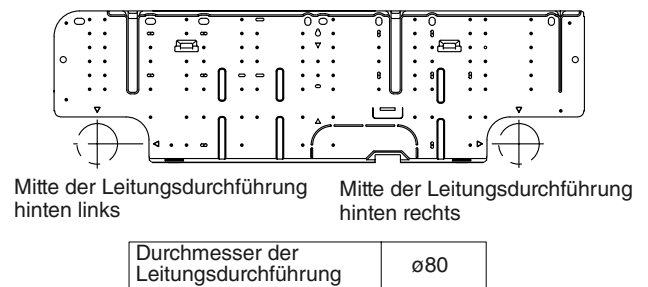

Abb. 3-57
- (1) Die Rückwand von der Inneneinheit abnehmen und an der gewählten Wandstelle platzieren. Die Rückwand befestigen und die Einheit provisorisch darin einhaken. Sicherstellen, dass die Einheit waagrecht liegt, wozu eine Wasserwaage oder ein Messband zum Heruntermessen von der Decke verwendet wird.
- (2) Bestimmen, welcher Einschnitt an der Rückwand verwendet werden soll. (Abb. 3-57)
- (3) Bevor eine Öffnung erstellt wird, sicherstellen, dass sich hinter der vorgesehenen Stelle keine Bolzen oder Leitungen befinden. Die obigen Vorsichtsmaßnahmen gelten auch für den Fall, dass Leitungen durch die Wand an irgendeiner anderen Stelle verlegt werden.